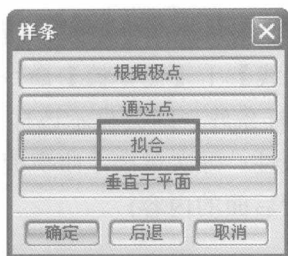

图 1-2
(1) 选择 UG NX 中的【插入】|【曲线】|【样条】命令，或单击【曲线】工具条中的【样条】图标，弹出如图 1-2 所示的【样条】对话框。